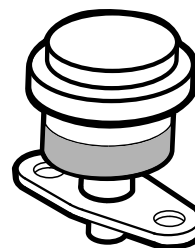

Figure 57
Faites l'entretien du préfiltre du filtre à air uniquement quand l'indicateur de colmatage (Figure 57) indique que cela est nécessaire. Changer le filtre à air prématurément ne fait qu'accroître le risque de contamination du moteur par des impuretés quand le filtre est déposé.
1. Contrôlez l'indicateur de colmatage du filtre. Si l'indicateur est rouge, le filtre à air doit être nettoyé ou remplacé (Figure 57).